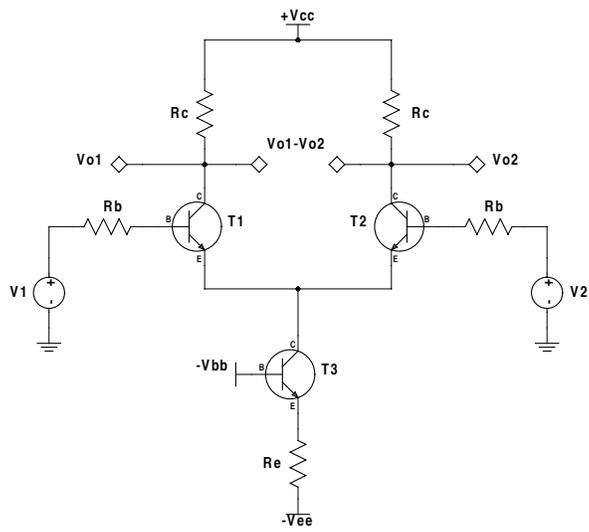

Figura 3.1: Amplificador diferencial con fuente de corriente.
2. Arme el circuito mostrado en el diagrama de la Figura 3.1, haciendo $V_2 = 0$ (es decir sustituya la fuente V_2 por una conexión a tierra).